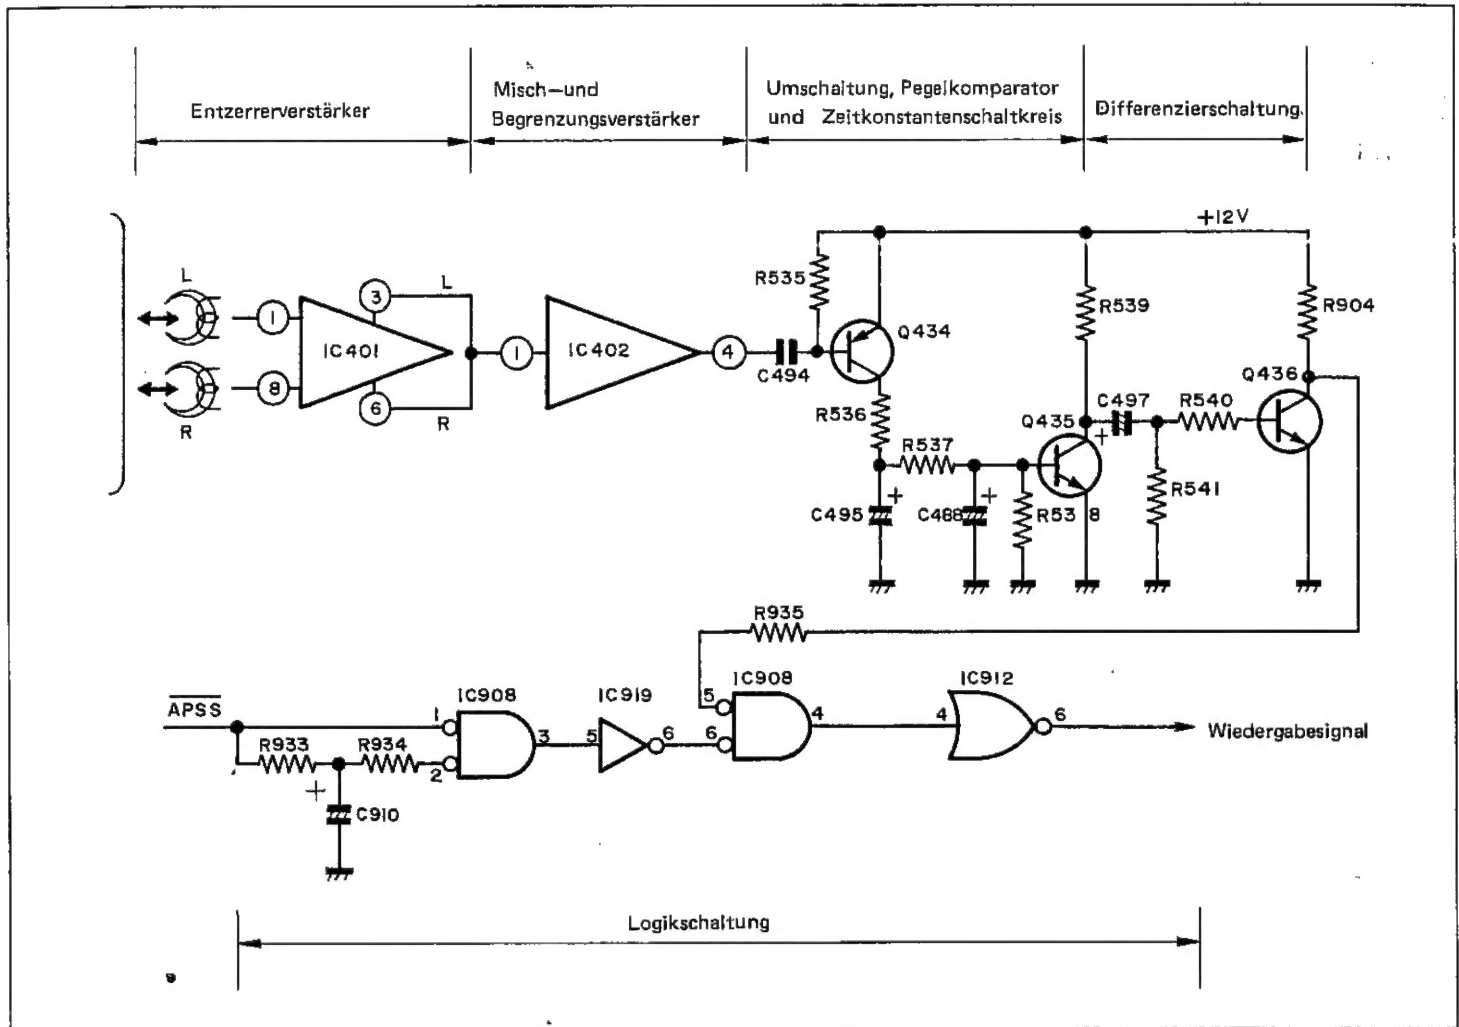

Abbildung 10
währleistet, zeitlich verzögert. Das Signal wird dann über Q435 der Basis des Q436 zugeleitet. (C497 zwischen dem Kollektor des Q435 und der Basis des Q436 dient als Differenzierschaltung.) Vom Kollektor des Q436 kommend wird das Signal dann über den Stift ⑩ des CNP404/CNS404 dem Stift ⑤ des IC908 zugeleitet. In der "Schnellsuch-Betriebsart" wird der erwähnte IC908 durch die Zeitkonstante  $t_3$ , durch R933 und C910 gewährleistet, beeinflusst, wobei das Signal hier zeitlich verzögert und vom Stift ⑥ des IC908 abgeleitet wird. In diesem Zusammenhang ist zu beachten, daß der am Kollektor des Q436 erzeugte Impuls dem Stift ⑤ des IC908 zugeleitet und von dessen Stift ④ abgeleitet wird. Nach Polaritätsumkehrung erscheint der Impuls schließlich am Stift ⑬ des IC916, dessen Wellenformen in der Abbildung 10 gezeigt werden. Auf diese Weise erkennt das Gerät eine signalfreie Leerstelle zwischen zwei Programmen, um dann automatisch mit der Wiedergabe zu beginnen.